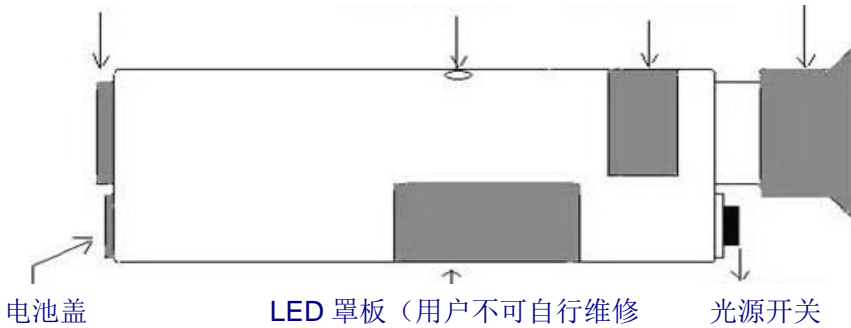

图 2
- 2、 现在打开光源，通过按压控制光源开关来进行光源操作，通过检查背光窗(看图 2)您可以明白光源是否打开，如果通过背光窗看见光源,您就可以准备工作了